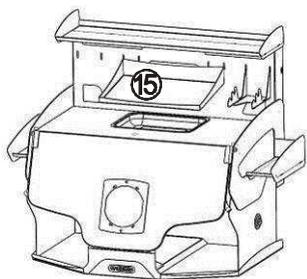

Рис.2
Наклонный металлический лоток ЛОТОК 1.0 МАСТЕР (15), рис.2.